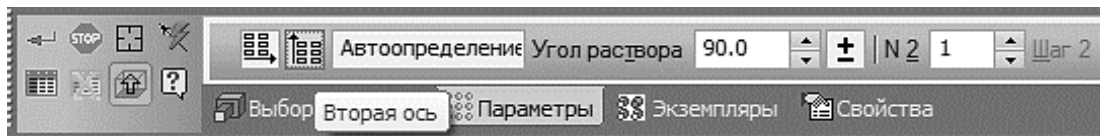

Рис. 80. Включение команды «Вторая ось массива»
7.8 На Панели свойств включите кнопку **Вторая ось**  (рис. 80).